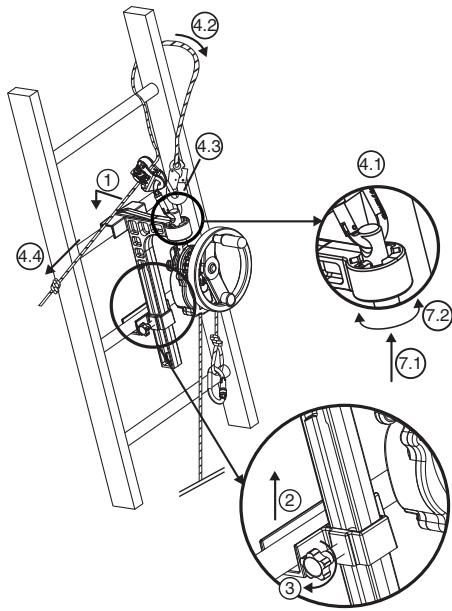

Fig. 6
#### 6.3.2 DEROPE™ UP B apparat (Fig. 6)
1. Installer den store konsol, der kan fastlåses på stigens trin, i den valgte position for at foretage redningsaktionen over den person, der skal evakueres (fig. 6, 1).
2. For blokeringsklodsen op til det trin, der er lige under trinnet, hvor den store konsol er sat fast (fig. 6, 2).
3. Fastspænd klodsen blokeringsakske ved hjælp af fastspændshåndtaget på siden af konsollen (fig. 6, 3).
- Fastgør forbindelsesleddet til justeringsanordningen LCM 05 i hullet øverst på tilkoblingsaksken (fig. 6, 4.1).
- Før sikringslinien omkring det trin på stigen, som ligger umiddelbart ovenover konsollen, ved at føre den omkring en af stigens vanger (fig. 6, 4.2).
- Kobl sikringslinens forbindelsesled sammen med forbindelsesleddet på indstillingasanordningen LCM 05 (fig. 6, 4.3).
- Stram sikringslinen ved at trække på den frie streng (fig. 6, 4.4).
7. Vend DEROPE™ apparat efter behov ved at ændre tilkoblingsaksens position i indekseringsanordningen (fig. 6, 7.1 – 7.2).